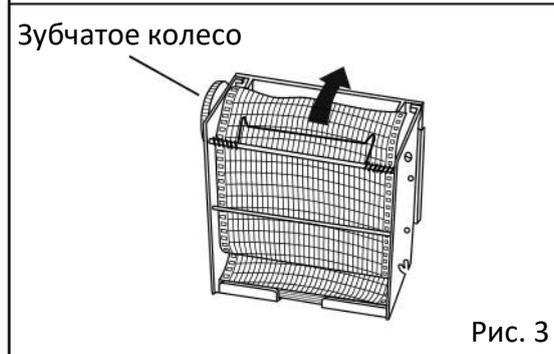

Рис. 3
3. Откройте крышку отсека сухого элемента питания в левой нижней части (Рис. 3).